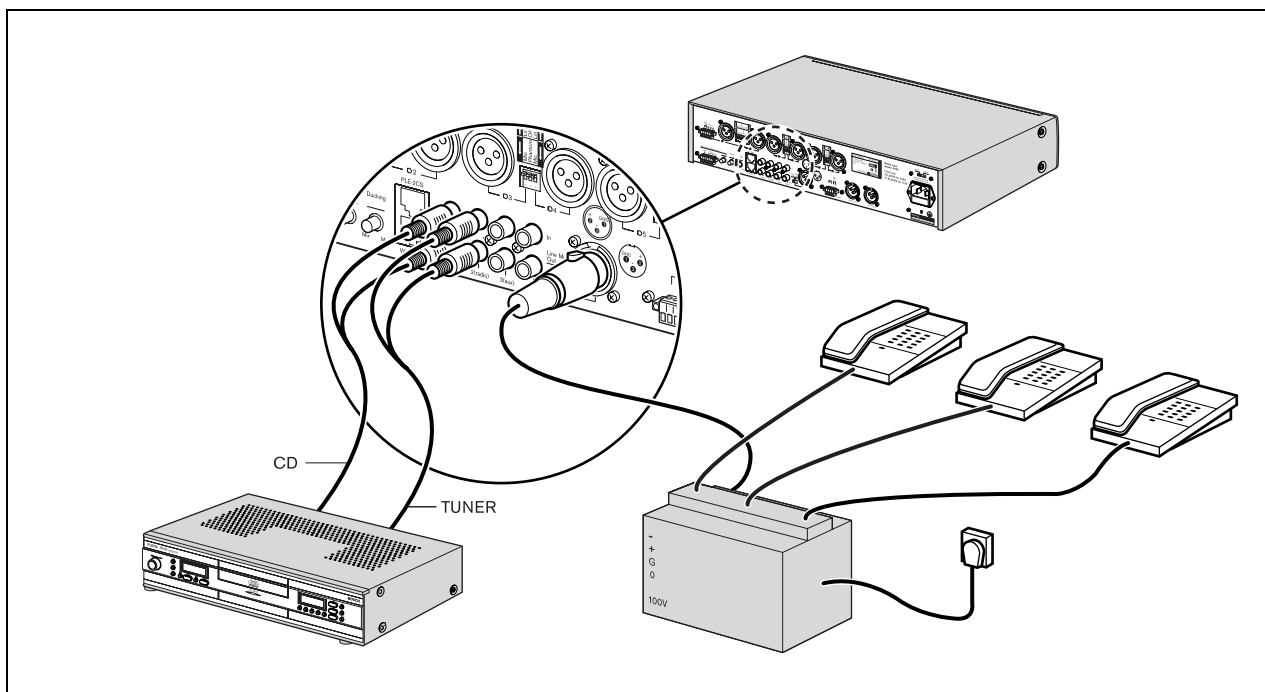

рисунок 4.9: Подключение входов источников музыки
Используйте разъем общего линейного выхода музыкального сигнала (23) для того, чтобы обеспечить передачу выбранной музыки с выхода на другое устройство. Например, общий линейный выход музыкального сигнала можно подключить к телефонному гибриду, чтобы звонящие абоненты могли прослушивать музыку находясь в режиме ожидания (см. рисунок 4.9).
Используйте Вход/выход "Вставка" (21) для подключения внешнего оборудования обработки звука (например, эквалайзера или устройства подавления обратной связи Plena) между каскадом предусиления и каскадом усилителя мощности. См. рисунок 4.9.